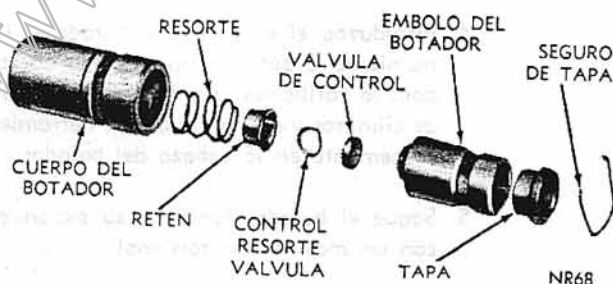

Fig. 14 - Conjunto Botador Hidráulico (vista desarmado)
Desmontaje (Fig. 14)
4. Arme el botador como se muestra en la Fig. 14.